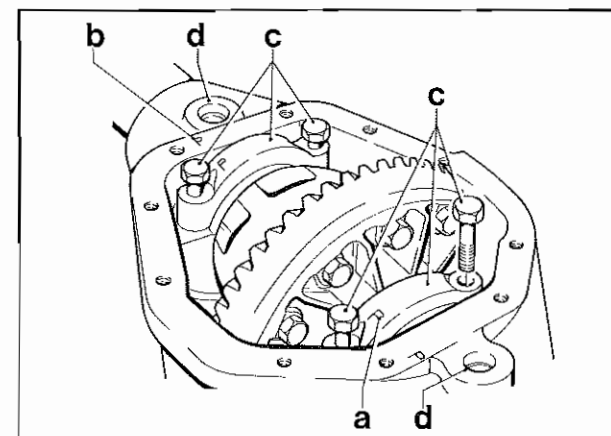

Fig. 32
3. Prendere nota dei riferimenti praticati sui cappelli di supporto dei cuscinetti (A - **Fig. 32**) e sulla scatola ponte (B - **Fig. 32**) per il corretto rimontaggio.
4. Togliere i cappelli utilizzando le viti allentate per facilitare il distacco dai cuscinetti (C - **Fig. 32**).
5. Pulire l'interno dei fori per le spine dell'attrezzo tenditore (D - **Fig. 32**) ed eliminare ogni forma di danneggiamento eventualmente presente sui margini dei fori stessi, in modo da permettere la corretta installazione dell'attrezzo.
3. Note markings on bearing caps (A - **Fig. 32**) and axle casing (B - **Fig. 32**) for use when refitting.
4. Remove bearing caps using the loosened bolts to ease the caps away from the bearing (C - **Fig. 32**).
5. Remove any inclusions from stretcher holes (D - **Fig. 32**) and rectify any damage on edges of holes in order that the carrier stretcher tool will fit correctly.